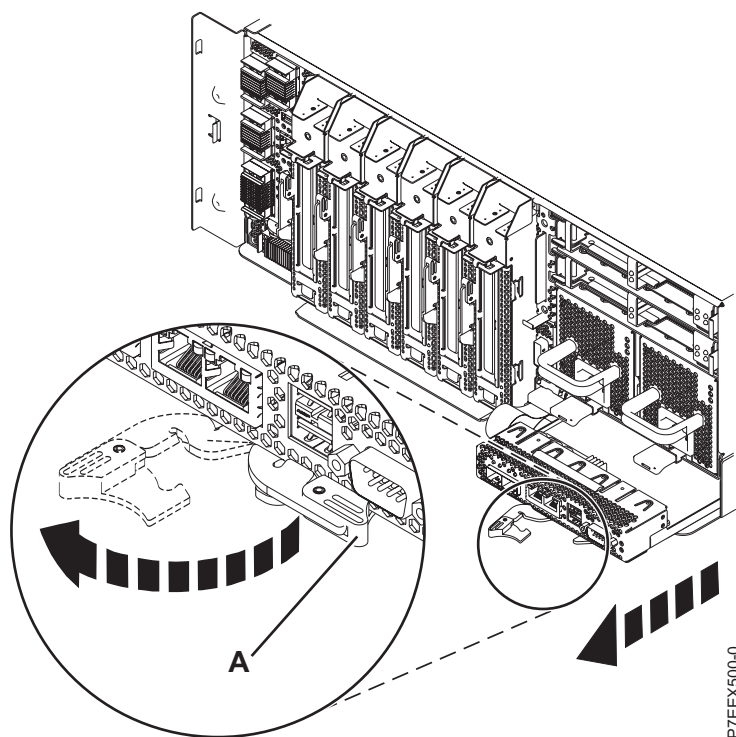

Figura 1. Removendo a Placa Multifuncional Integrada para 8412-EAD, 9117-MMC, 9117-MMD, 9179-MHC ou 9179-MHD
5. Localize a placa multifuncional integrada que deseja remover conforme mostrado na Figura 1.